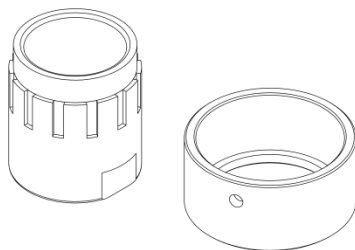

Abbildung 6
- Montagehilfe Kupplung (siehe Abbildung 6, links), Montagehilfe Kugelkäfig (siehe Abbildung 6, rechts)